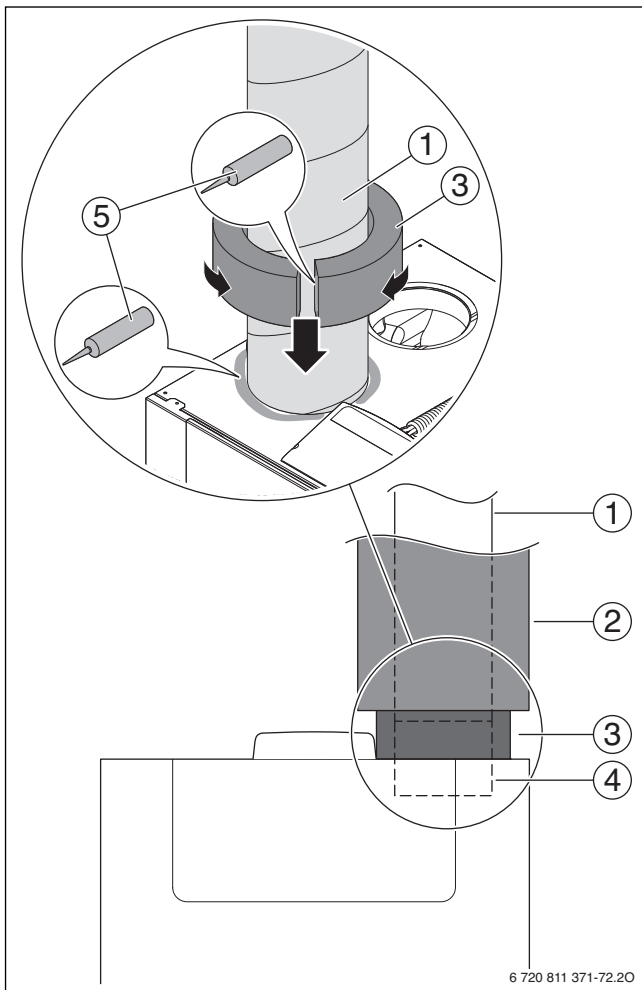

Bild 37 Aufbau Luftrohranschluss mit Wickelfalzrohr
**i** Der weitere Luftrohranschluss unterscheidet sich je nach Art der gewählten Rohre (→ Bild 37 und 38).